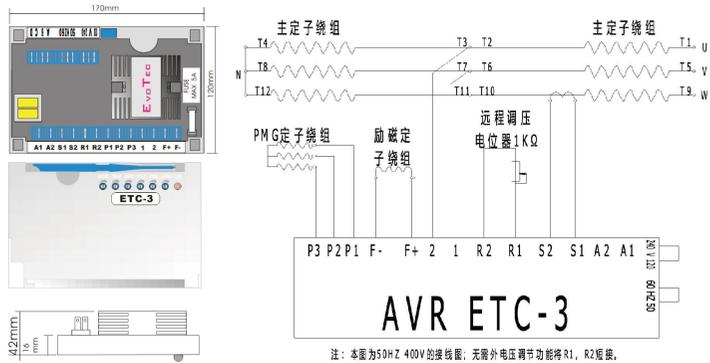

图6 ETC-3在400Vac系统接线图
4.3.4.2.3 ETC-3型AVR使用在400Vac带PMG的系统接线见图6。